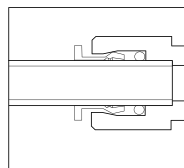

Fig.2
- ▶ Asigurați-vă că introduceți țeava complet (Fig. 2).